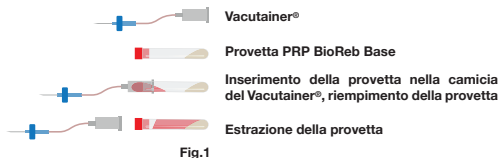

Fig.1
- 4) Inserire la provetta **PRP BioReb Base** nella camicia del Vacutainer®. La pressione negativa (vuoto) esistente nella provetta permetterà l'aspirazione del volume di sangue (circa 9 cc) necessario. Durante il prelievo tenere la provetta ferma nel Vacutainer®. (**Fig.1**)